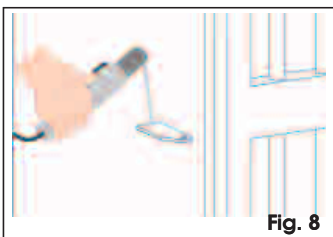

Fig. 8
- En présence de piliers en fer, souder directement la patte sur ce dernier (Fig. 8).